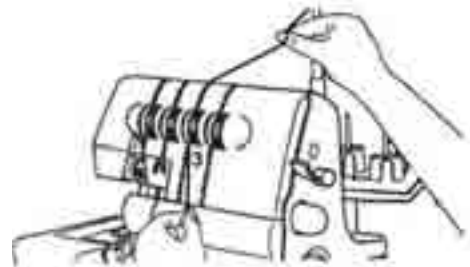

Abb.17
- Halten Sie den Faden mit den Fingern fest, führen Sie ihn zwischen den Scheiben des Fadenspannungswählers 16 hindurch und ziehen Sie ihn dann nach unten (3) (Abb. 17).